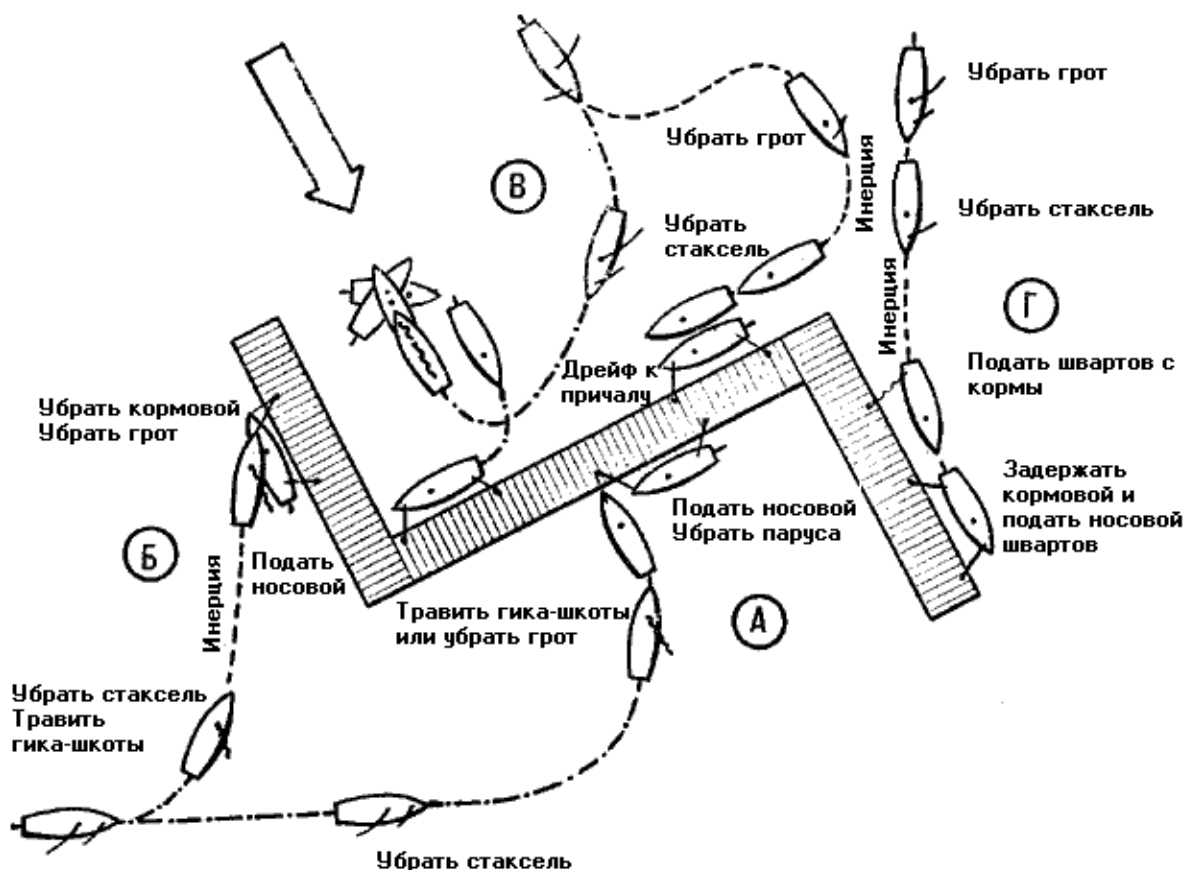

Рис. 125. Как подойти к причалу:
**При ветре, дующем от причала, в любом случае рекомендуется подходить к причалу носом в левентик с убраным стакселем и с минимальным ходом.** В последний момент матрос, находящийся на баке, спрыгивает на причал, одерживает яхту и закладывает швартов. Затем, если нужно поставить яхту лагом к причалу, с кормы подают, закладывают на причале и обтягивают кормовой швартов (рис. 125, А).
Когда ветер дует вдоль причала, подходить к нему следует также курсом бейдевинд, но под более острым углом и заранее травить шкоты, чтобы потерять ход. При этом надо иметь в виду: чем крупнее яхта, тем раньше травят шкоты и тем острее угол, под которым подходят к причалу. Как только инерция будет потеряна и нос яхты окажется в достаточной близости от причала, подается и крепится сначала носовой швартов, затем кормовой. Не следует медлить с подачей и креплением носового конца, так как нос яхты может отвалиться, особенно если недостаточно расправлен стаксель-шкот и ветер дует несколько с отжимом от причала (рис. 125, Б).
Несколько сложнее подойти к причалу при **навальном (прижимном)** ветре. Если он слабый и вода спокойна, к причалу подходят курсом галфвинд, заранее убирая грот, а затем и стаксель с расчетом потерять ход у места подхода. После этого яхта сдрейфовывает к причалу (рис. 125, В). Если ветер свежий, то подходить надо курсом галфвинд или бакштаг, идя под некоторым углом к причалу. На расстоянии полутора-двух корпусов от причала рулевой резко приводит